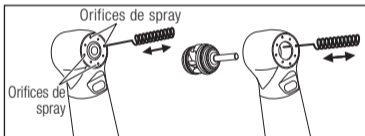

Fig. 26
- 1 Si les orifices de pulvérisation sont obstrués ou si le spray ne sort pas uniformément des orifices, nettoyez ces derniers (Fig. 26).